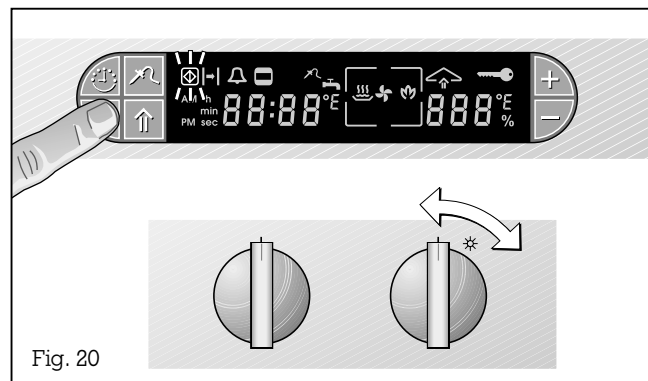

Fig. 20
- Mettez le bouton «Température» sur la position 0 (fig. 20).